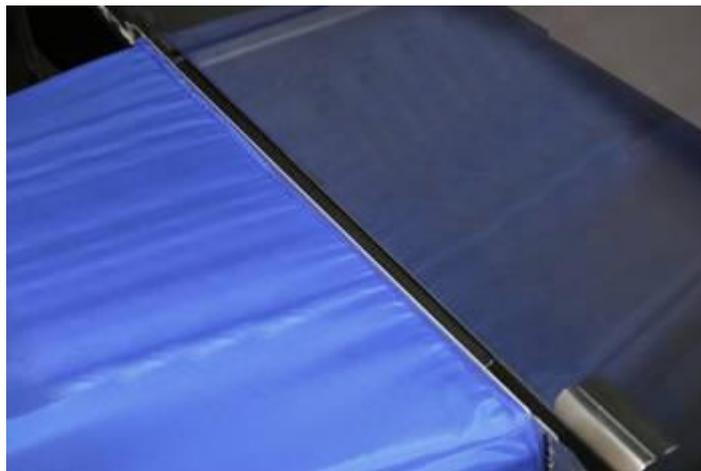

Abbildung 29: Senken der Trennleiste der Werkbank, bis diese auf der Schaumstoffkante des Haubenrahmens aufliegt
6. Senken Sie die Trennleiste der Werkbank, bis diese auf der Schaumstoffkante des Haubenrahmens aufliegt (siehe Abbildung 29).